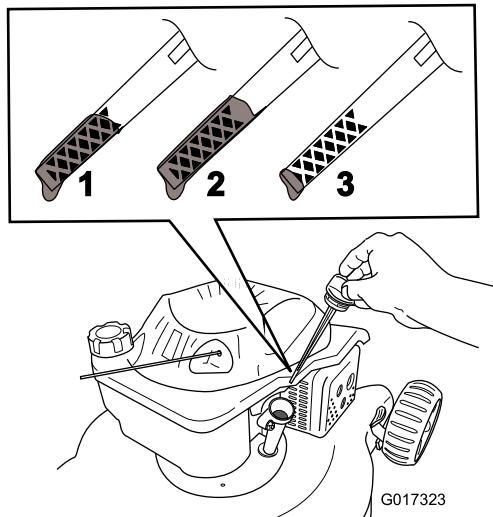

Figura 4
2. Retire la varilla (Figura 4).
3. Vierta aceite **lentamente** en el tapón de llenado de aceite, espere unos minutos y compruebe el nivel de aceite en la varilla limpiando la varilla e insertándola **sin enroscar** en el orificio (Figura 4).
**Nota:** Llene el cárter con aceite hasta que la varilla indique que el nivel del aceite del motor es correcto, según se muestra en Figura 4. Si usted llena demasiado el motor, vacíe el exceso de aceite